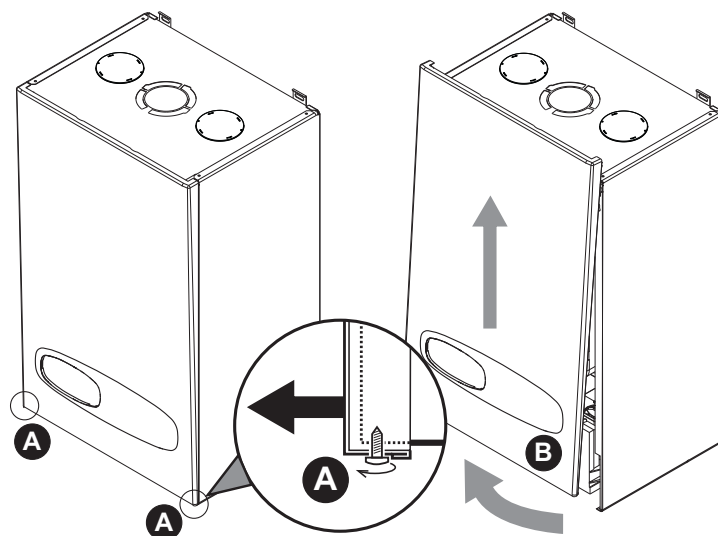

fig. 24 - Apertura del panel frontal
- Desenrosque parcialmente los tornillos **A** (fig. 24).